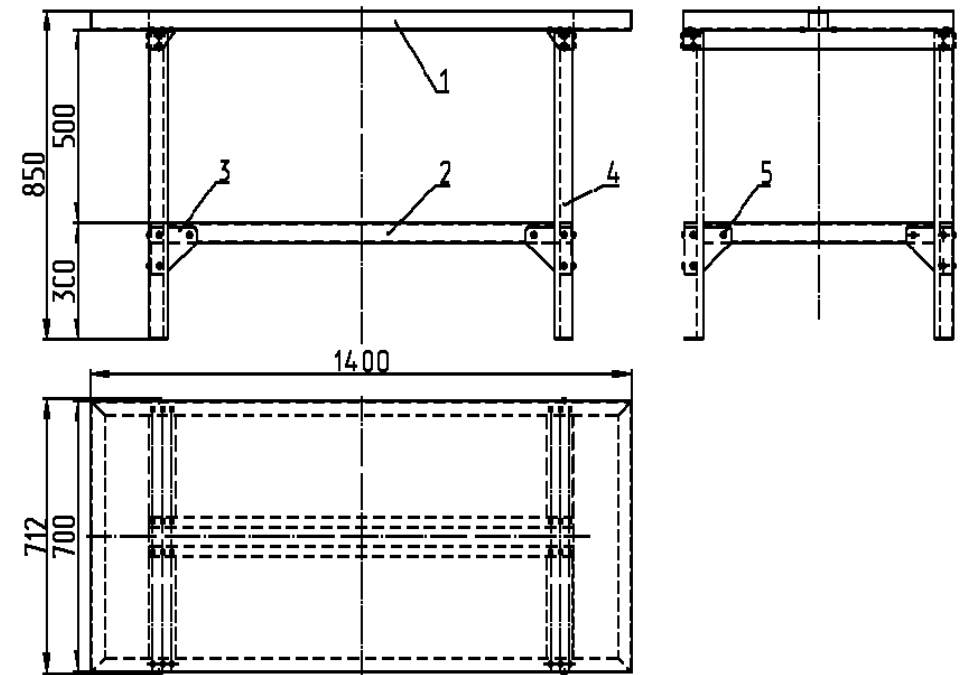

Рис. 1
6.2. К уголкам столешницы поз. 1 (см. рис. 1), при помощи винтов крепятся ножки поз. 4. К нижней части ножек крепится полка поз.2 с уголками поз.3.